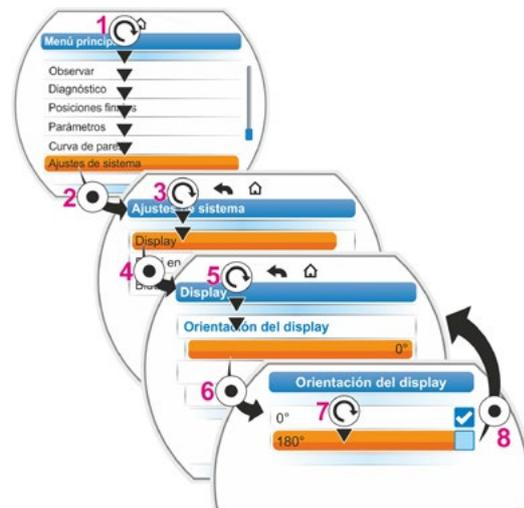

Fig. 2: Cambiar orientación de display
1. Seleccionar en el 'Menú principal' 'Ajustes de sistema' (fig. 2, pos. 1) y confirmar (fig. 2, pos. 2). Aparece el menú 'Ajustes de sistema'.
2. Poner la marca de selección en 'Display' (3) y confirmar (4). Aparece el menú 'Display' con la graduación actualmente ajustada del giro del display.
3. Poner la marca de selección en la graduación (5) y confirmar (6). El display cambia a 'Orientación del display'. El ajuste actual está marcado con el gancho .
4. Poner la marca de selección en la posición deseada (7) y confirmar (8). La visualización se adapta consecuentemente en el display.